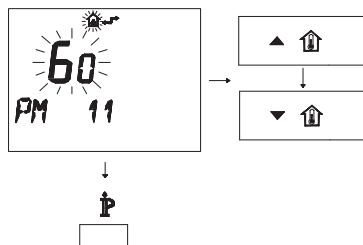

Figura 5.44
- Per modificare il SET programmato agire sui pulsanti ▲ (🏠) o ▼ (🏠) e aspettare che il numero programmato cominci a lampeggiare (Figura 5.44). Ogni passo incre-